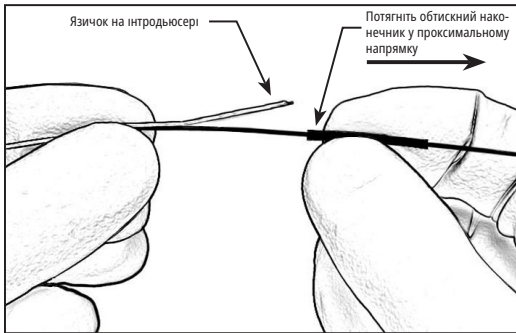

Рисунок 3 — Потягніть обтисковий наконечник у проксимальному напрямку
16. Тримайте виріб дистальніше обтискового наконечника і потягніть обтисковий наконечник у проксимальному напрямку, щоб вивільнити язичок з інтродюсера. Див. Рисунок 3.